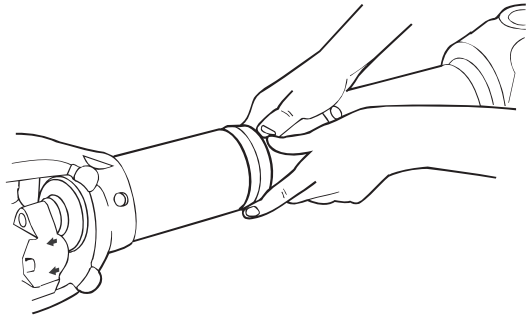
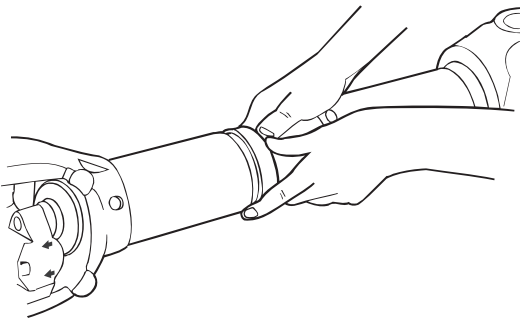

Figura 4.24
Figura 4.23
8. Ajuste el sello en la ranura. Figura 4.23 y Figura 4.24.